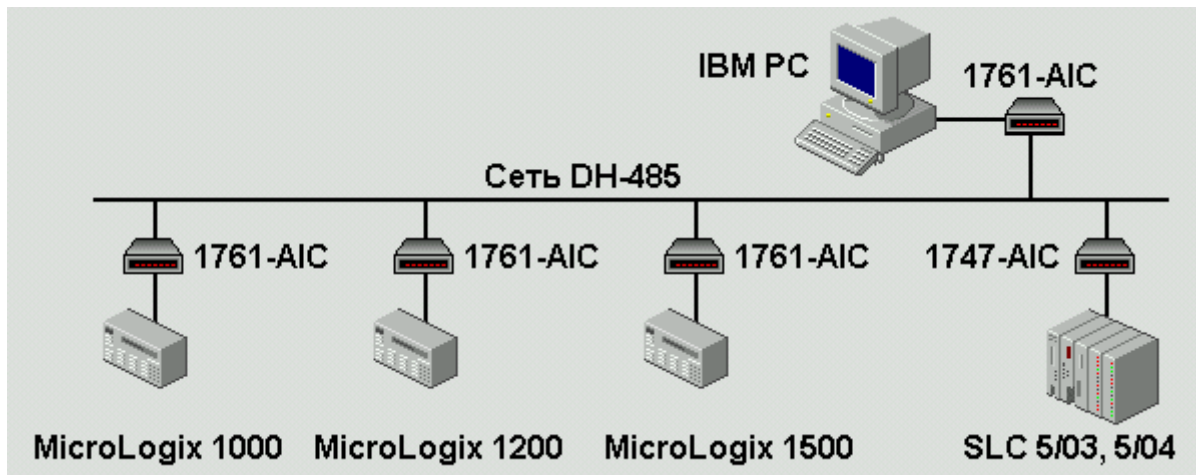

Рис. 2.1.1. Контроллеры MicroLogix в сети DH-485.
Пример построения сетей DH-485 с контроллерами различных семейств **MicroLogix** и контроллерами SLC приведен на рис. 2.1.1.
- Для подключения устройств семейства SLC 500 к сети DH-485 используется изолированный разветвитель сети 1747-AIC. Разветвитель имеет сменный блок контактов с 6 позициями для подключения к кабелю связи DH-485 (см. рис.2.1.1).